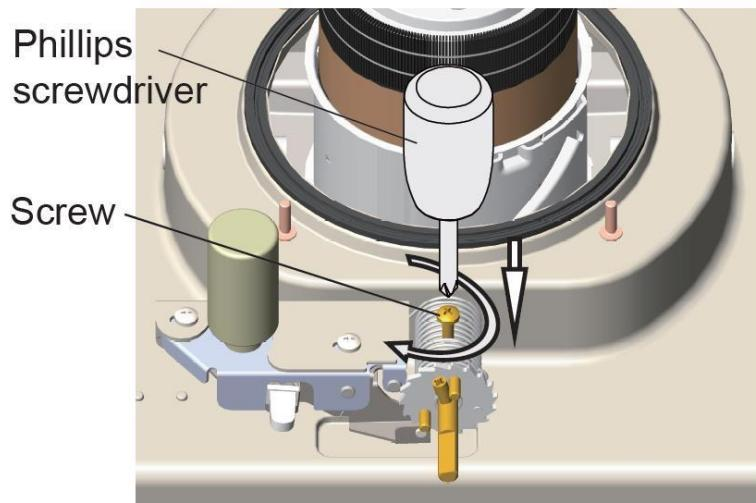

Bild 20
9. Använd en korsskruvmejsel för att dra åt rörskruven (bild 20).